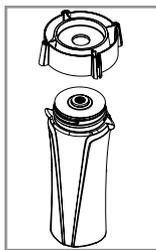

Figure 3
- Vissez la jupe filetée sur le verre. Tournez en sens horaire pour serrer. (Voyez la figure 3)